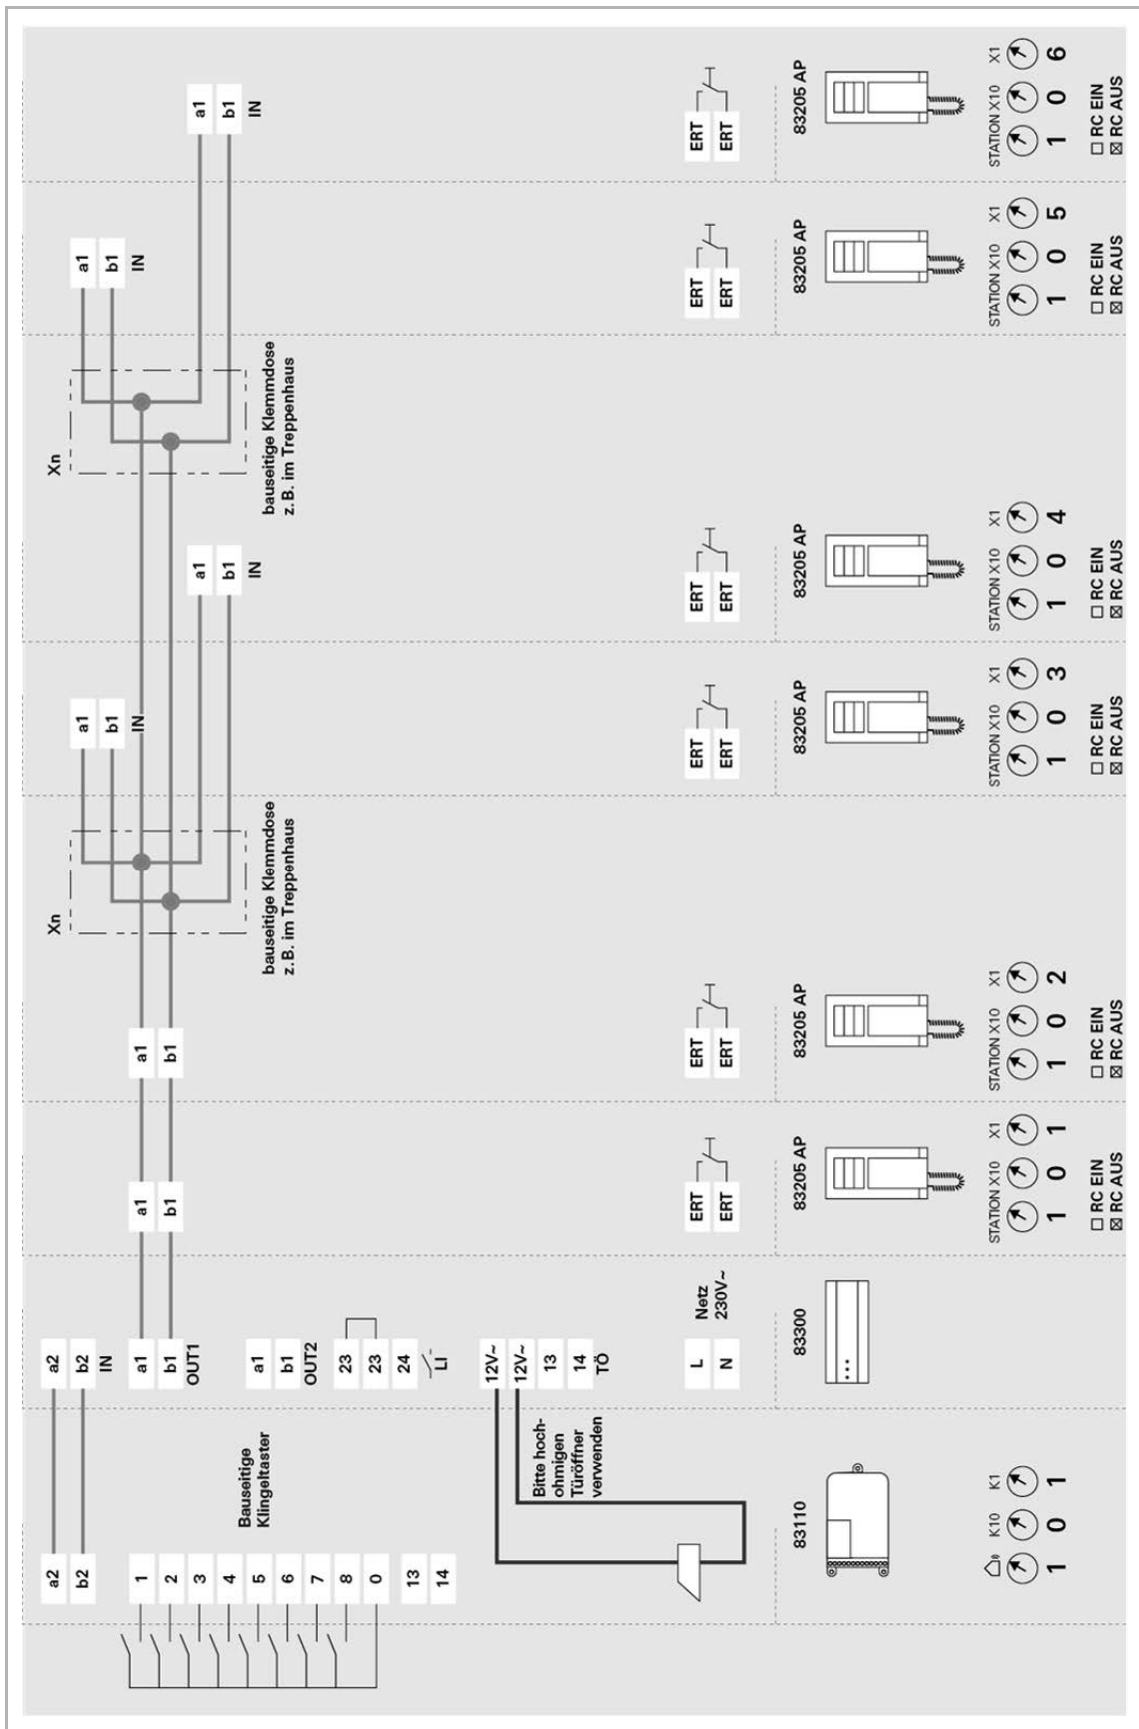

Abb. 19: Audio MFH mit Einbau-Audiomodul
4.13.2 Audio MFH mit Einbau-Audiomodul (Abb. 19)